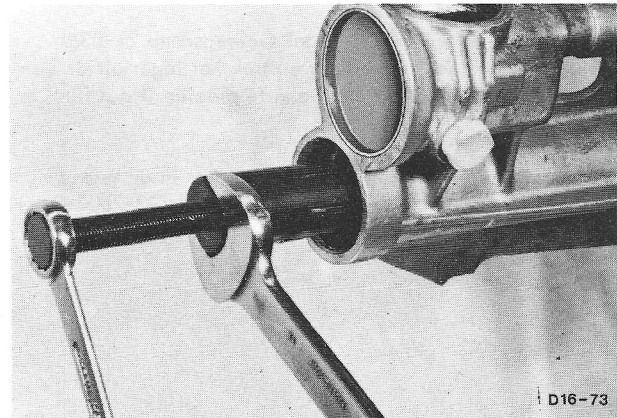

Fig.162 Oliekeerriing met speciaal gereedschap uittrekken.
3. Trek de lagerbus uit het startstuk met Speciaal Gereedschap 16-011/P-7149 of G3-7041-A, waarbij het gereedschap met een steeksleutel wordt vastgehouden (fig.162).